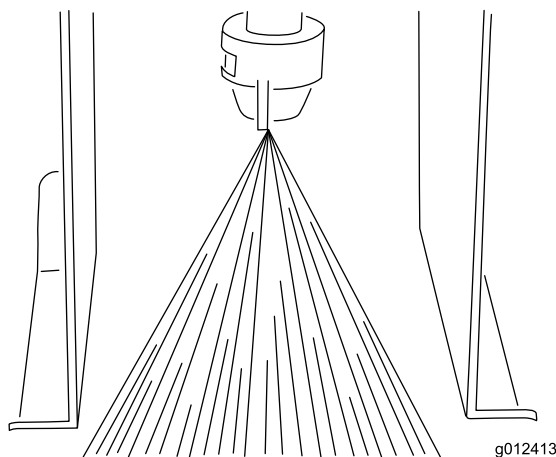

Figura 25
5. Eleve ou desça o tubo do pulverizador até que a tinta saia ligeiramente abaixo das protecções (Figura 25).